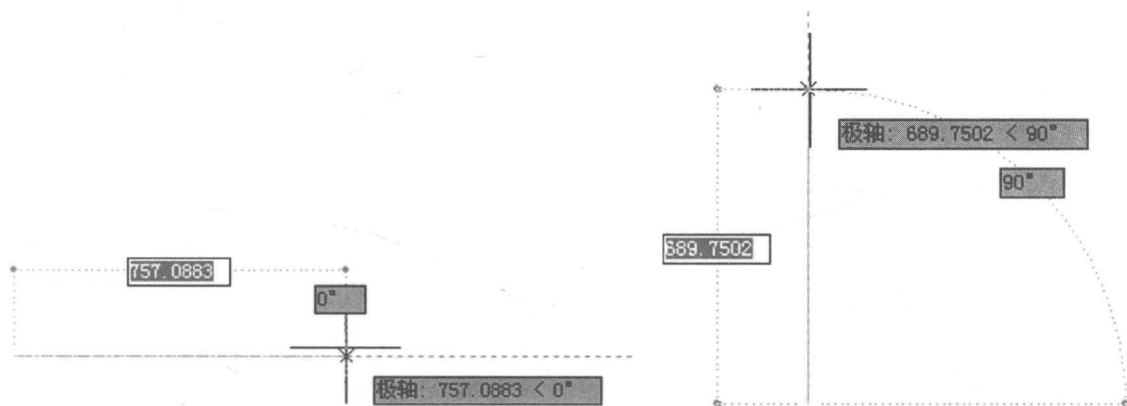

图 1-17 “正交”方式下绘制水平线和垂直线
5) 如果绘制水平线或垂直线,则给定起点后,在“正交”方式下输入直线长度即可,如图1-17所示。